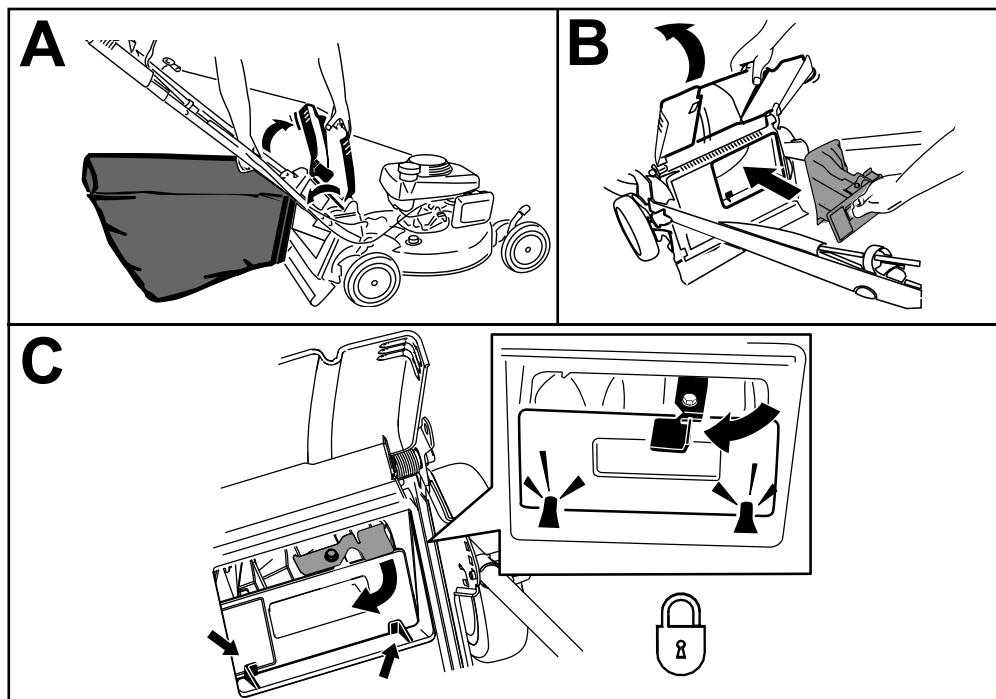

Figura 23
1. Levante y sujeté el deflector trasero y levante la bolsa de recogida por el asa para separarla de las muescas de los soportes del manillar (Figura 23, A).
2. Instale el tapón trasero (Figura 23, B).
**Importante:** Asegúrese de que el tapón trasero está bloqueado en su sitio. Para bloquear el tapón, presione firmemente hasta que encaje detrás de las pestañas, y gire la palanca del tapón a la izquierda (Figura 23, C).